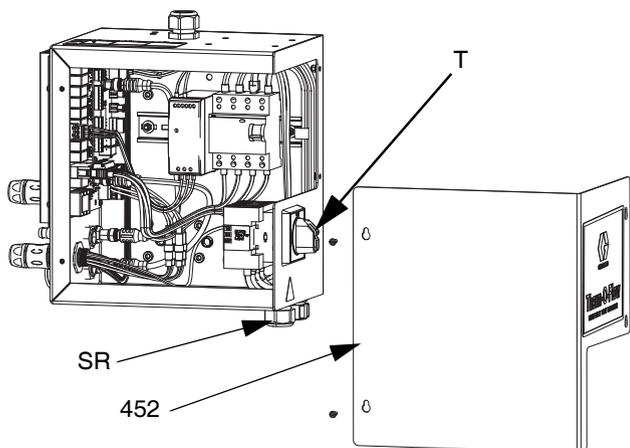

FIG. 9
3. Allentare le viti e rimuovere il coperchio (452) sul quadro di controllo del calore (AX). Vedere FIG. 9 a pagina 24.
4. Rimuovere le due viti (433) e il coperchio (457) dal fondo del Quadro di controllo del calore (S).